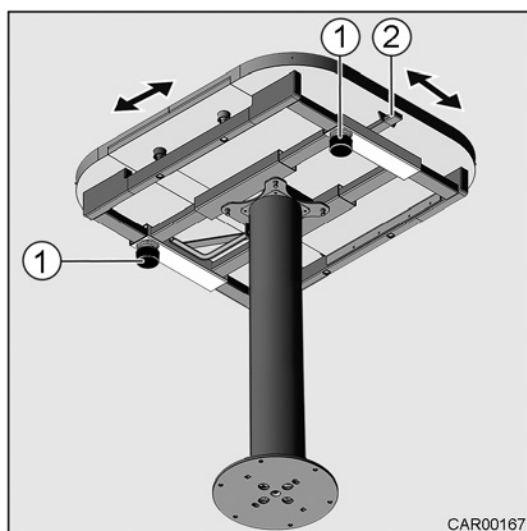
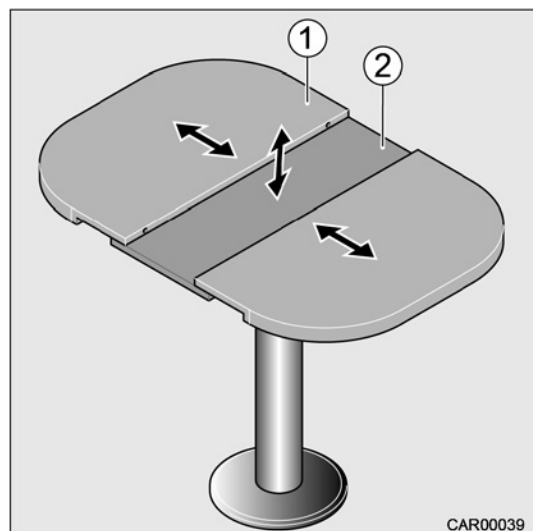

Fig. 82 Dessus de table coulissant
Fig. 83 Dessus de table extensible
1. Actionner les deux poignées tournantes (Fig. 82/1) dans le sens anti-horaire pour débloquer le verrouillage du dessus de table.
3. Actionner les deux poignées tournantes (Fig. 82/1) dans le sens horaire pour bloquer le verrouillage du dessus de table.
1. Pousser le levier (Fig. 82/2) vers le haut et séparer complètement le dessus de table (Fig. 83/1). L'élément central (Fig. 83/2) pivote vers le haut.
2. Pousser le levier (Fig. 82/2) vers le haut et joindre de nouveau le dessus de table divisé (Fig. 83/1).